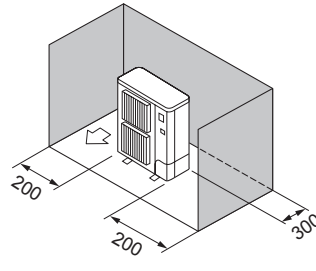

Fig. 2-8
- ③ Esteitä vain takana ja sivuilla (Fig. 2-8)